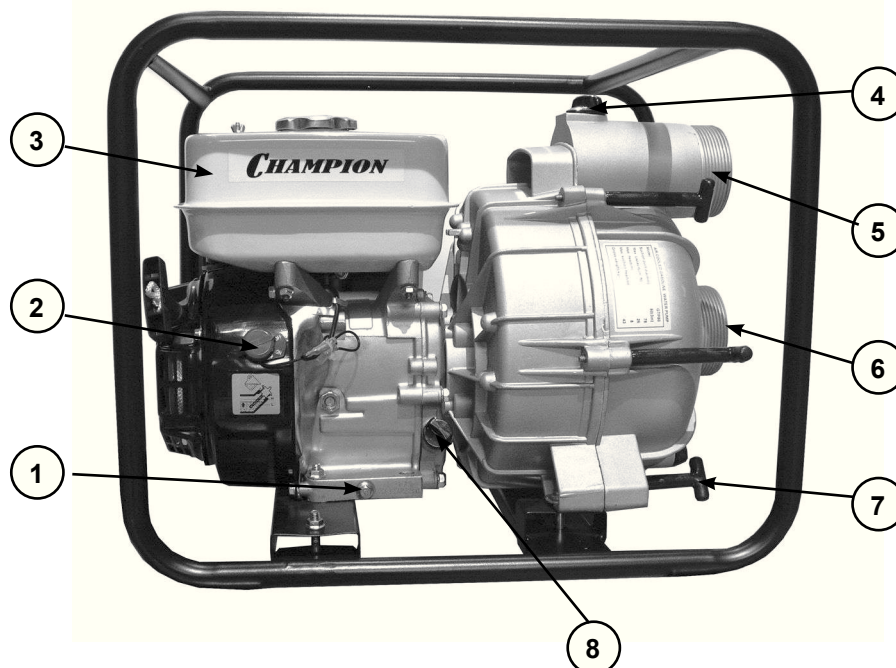

Рис.1
### Выключатель зажигания(2) Рис.1